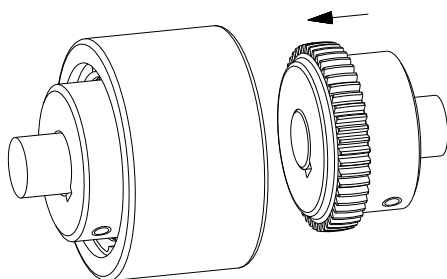

図 16
- 機械を軸方向に移動して寸法 E を確保して下さい(図 16 をご参照)。